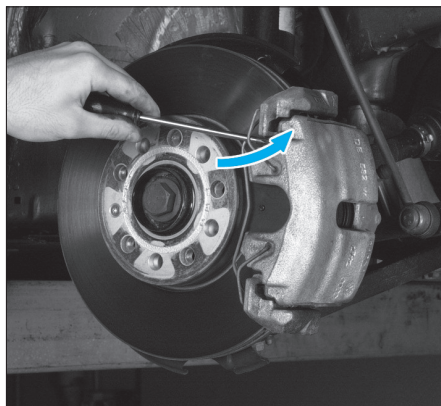

Fig. 1
- Dégager à l'aide d'un tournevis le ressort de maintien des plaquettes de frein hors de l'étrier de frein (flèche) et le retirer (Fig.1).